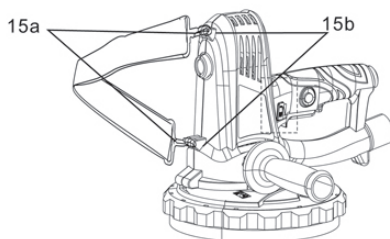

Fig. 6
- > Enganche os dois ganchos (15a) nos suportes da carcaça (15b) como indicado (Fig. 6).
- > Ajuste o comprimento do arnês (15) de forma a permitir-lhe transportar o produto corretamente sobre um dos seus ombros.